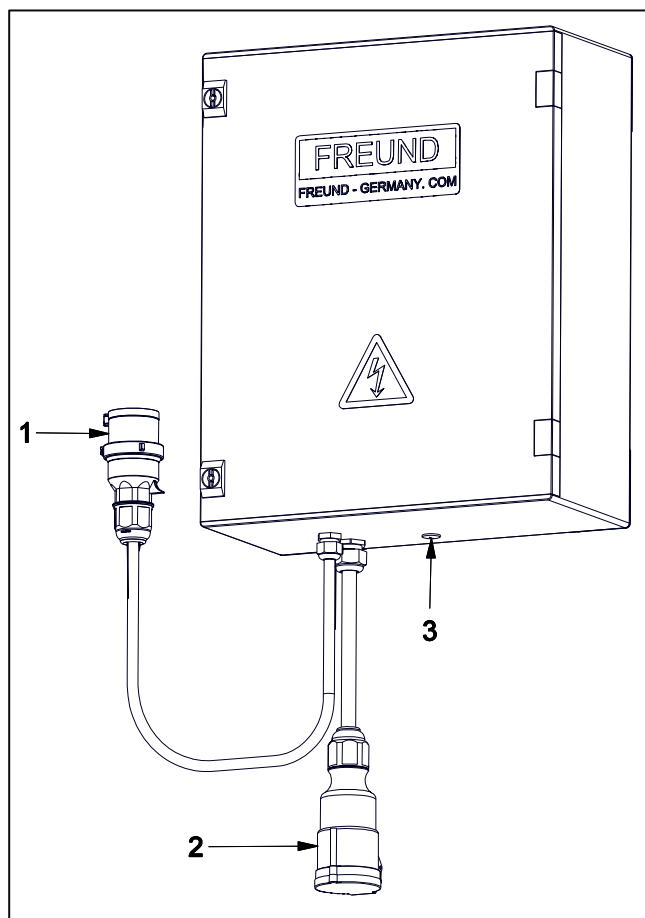

Fig. 5-13 TR3-SG33-KS
- Brancher le transformateur au secteur (1) et à la machine correspondante (2) (Fig. 5-13).